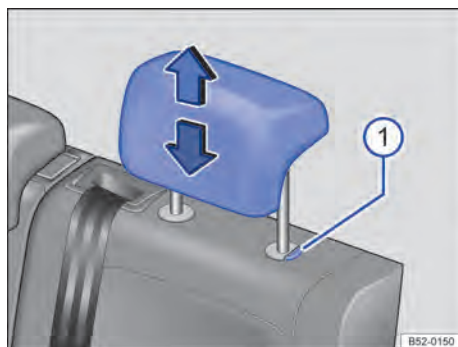

Fig. 66 Apoyacabezas trasero: ajustar.
- Deslocar el apoyacabezas hacia arriba o hacia abajo en la dirección de la flecha con la tecla → **fig. 66**  presionada →  de la pág. 80 en *Introducción al tema*.
- Retirar el apoyacabezas con la tecla → fig. 66 ① presionada.
- Empujar el apoyacabezas hacia abajo con la tecla → fig. 66 ① presionada.